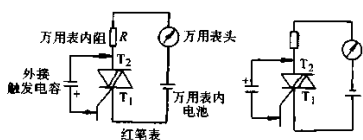

图 5-43 测量时的连接电路示意图
(3) 检测方法。用万用表 $R \times 1k$ 档，测量 T_1 与 T_2 、G 与 T_1 间的正、反向电阻都很小，则说明双向可控硅已经短路，正常时的电阻值近似于 ∞ 。若测量 G 与 T_2 极间的正、反向电阻非常大，则说明管子已经断路，正常时电阻值应不大于几百欧姆。
(4) 工作能力检测电路。如图 5-43 所示是测量时的连接电路示意图。